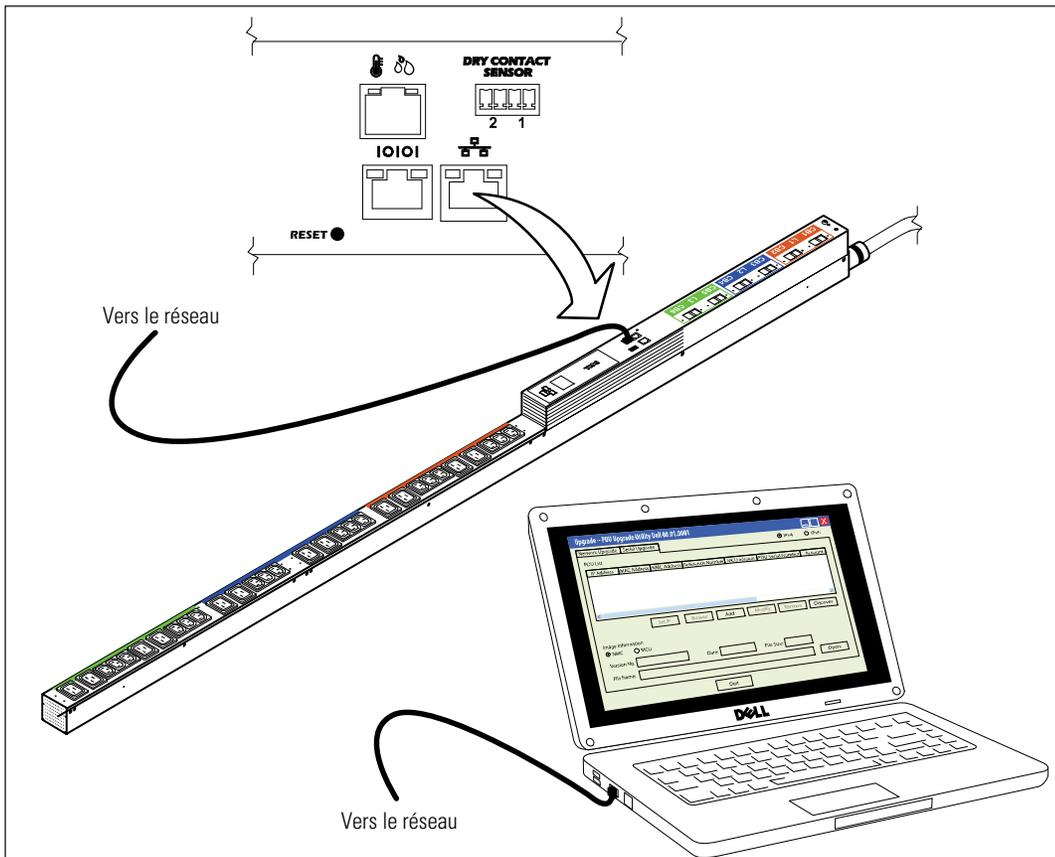

Figure 4. Connexion du rPDU au réseau
- 3** Branchez le connecteur RJ-45 du câble Ethernet sur le port de connexion Ethernet du rPDU (voir Figure 4).
- 1 Vérifiez que le rPDU à mettre à niveau est alimenté et correctement connecté au port PC USB au moyen du câble Ethernet (voir Figure 4).